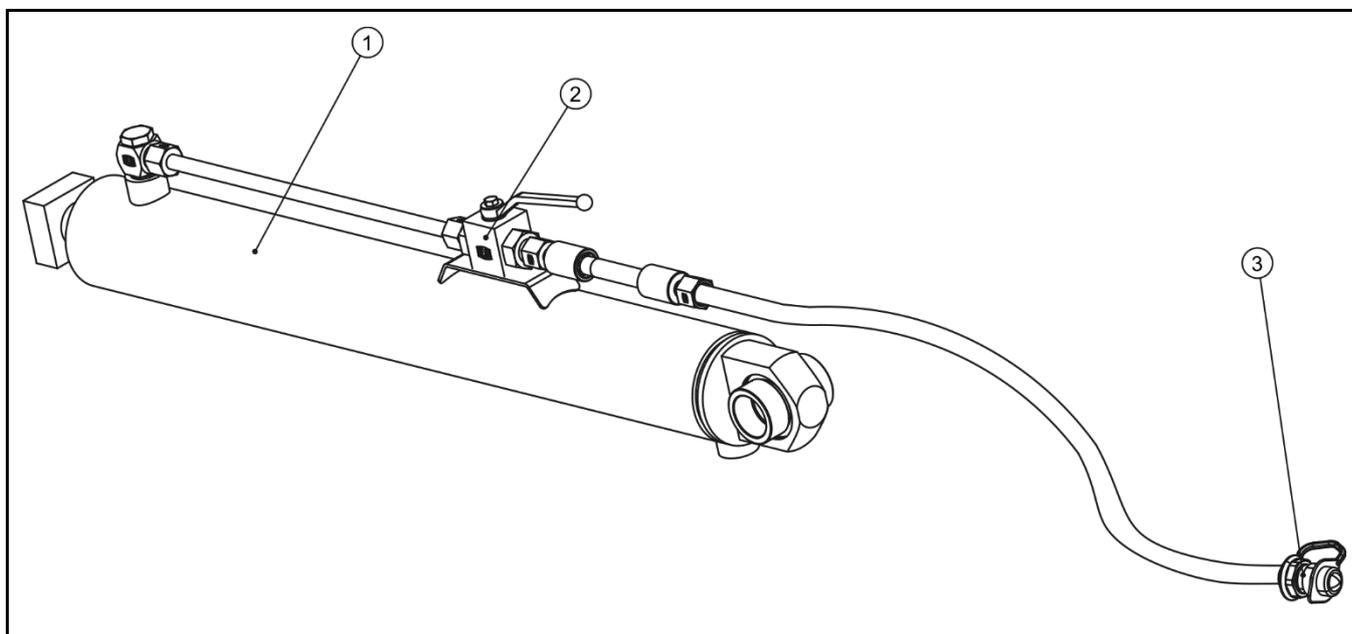

РИСУНОК 3.5 Устройство гидравлической системы
(1) центральная передача косилки, (2) передача привода режущего бруса, (3) телескопический карданный вал, (4) телескопический карданный вал для подсоединения к трактору, (5) режущий брус, (6) соединительный элемент с двойным шарниром
Гидравлическая система (РИСУНОК 3.5) передненавесной косилки PDF300 / PDF300C служит для подъема и опускания режущего аппарата. На машине установлен гидроцилиндр одностороннего действия (1). Гидроцилиндр питается от внешней гидравлической системы трактора и подсоединяется при помощи гидропровода через быстроразъемное соединение (3). Гидроцилиндр оснащается шаровым клапаном (2), который служит для блокирования положения гидроцилиндра на время транспорта.